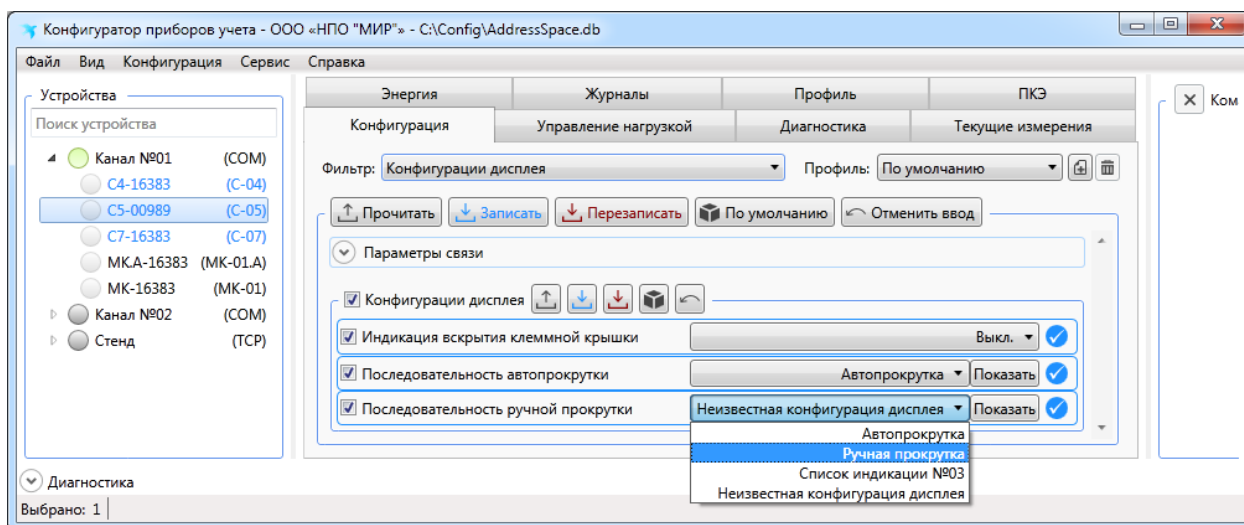

Рисунок 9.18 – Просмотр режимов индикации
9.5.8.10 Параметр *Индикация вскрытия клеммной крышки* (рисунок 9.18) позволяет управлять светодиодным индикатором состояния «СТ», если параметр в состоянии *Разрешено*, то при вскрытии крышки зажимов, индикатор «СТ» загорается и не гаснет до принудительного сбрасывания эксплуатирующей организацией.